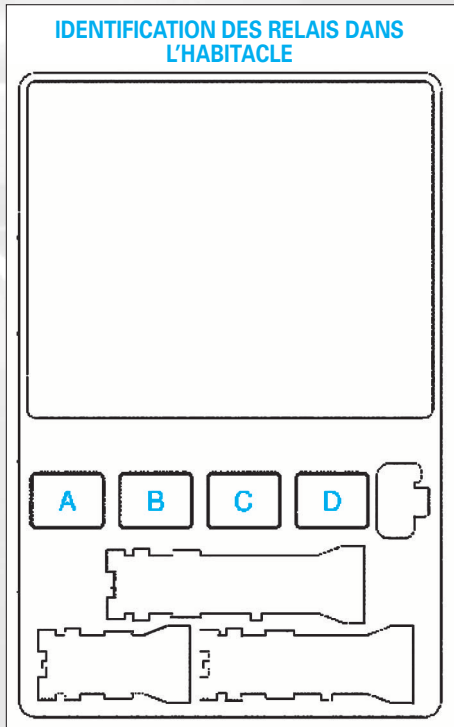

FIG. 3
**Affectation des relais dans le boîtier fusibles et relais habitacle (fig. 3)**